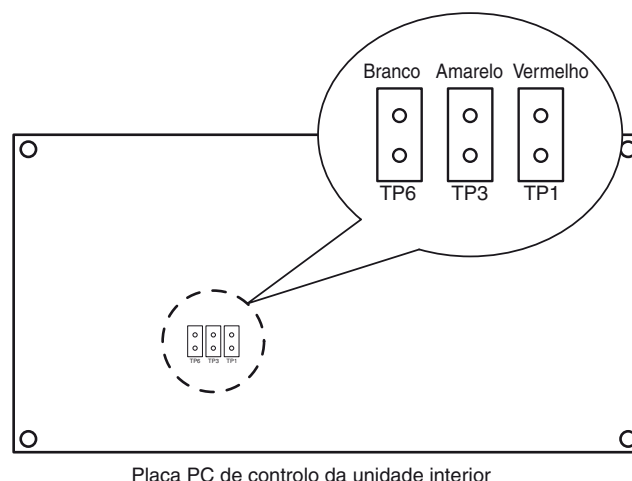

Fig.3-17
2. Abra a tampa da caixa do equipamento eléctrico e verifique onde se encontra o pino de curto-circuito na placa PC de controlo da unidade interior (Fig. 3-17).